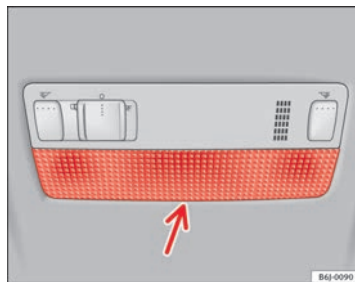

Fig. 166 Lampe de lecture avant
- Introduisez la partie plate d'un tournevis fin entre la carcasse et le verre ⇒ fig. 166.